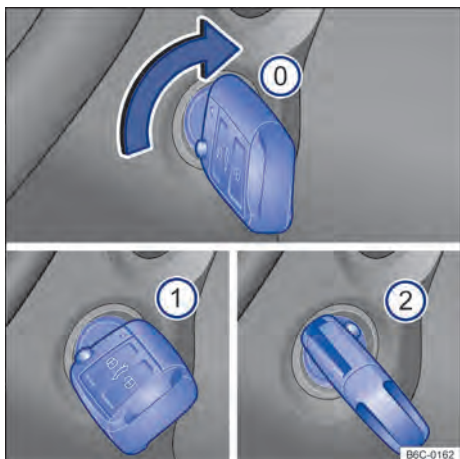

Fig. 94 Ao lado do volante, à direita: posições da chave do veículo no cilindro da ignição.
Posições da chave do veículo → Fig. 94
- 2 Pisar no pedal do freio (*veículos com transmissão automática*), ou no pedal da embreagem (*veículos com transmissão manual*) e ligar o motor. Quando o motor pegar, soltar a chave da ignição. Ao soltar, a chave do veículo retorna à posição → Fig. 94 1.
- *Veículos com cilindro da ignição:* girar a chave do veículo na posição → Fig. 94 . A ignição está ligada. Nesse instante a luz de controle do sistema de partida aquecida  irá se acender no instrumento combinado. Aguardar que a luz de controle  se apague indicando o término do aquecimento do combustível (esta ação poderá ser necessária em condições de partida com o motor frio).
- *Veículos com cilindro da ignição*: girar a chave do veículo no cilindro da ignição para a posição → Fig. 94 ② – não acelerar. Quando o motor começar a funcionar, soltar a chave do veículo no cilindro da ignição.
- *Veículos com cilindro da ignição*: girar a chave do veículo no cilindro da ignição na posição → Fig. 94 ①.